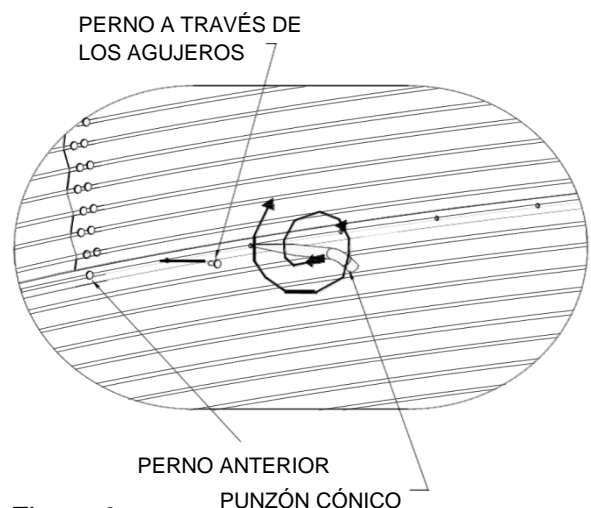

Figura 3
- Continúe con el siguiente orificio y así sucesivamente. (Figura 3) De esta manera deberá poder introducir libremente los pernos mientras trabaja por todos los orificios externos de la placa de pared que esté ensamblando. La estrechez de los calces irá aumentando levemente a medida que continúe. Esto se puede contrarrestar utilizando el punzón para abocardar los orificios levemente o utilizar una segunda llave de impacto sin cable en el interior del tanque para “girar hacia adentro” los pernos una vez que se comenzaron.